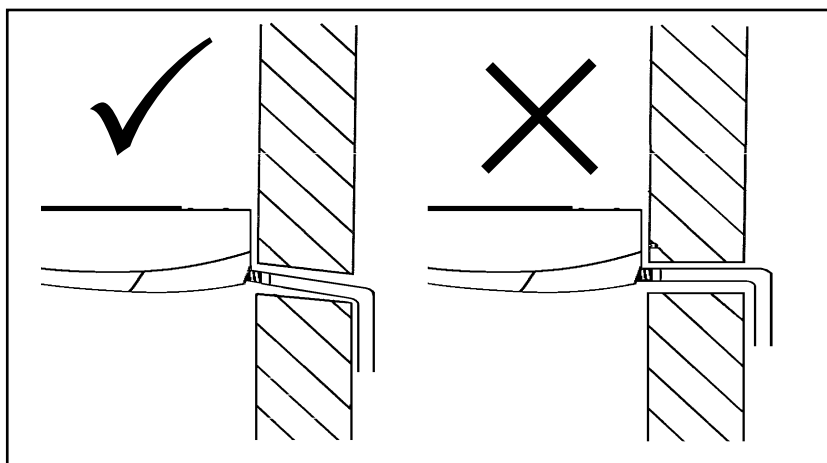

FIGURA 17 - INCLINACIÓN DEL DRENADO
- a) Asegúrese de que la unidad esté nivelada y que el drenado tenga una pequeña inclinación para el lado del drenaje – aproximadamente 2° (figura 17).